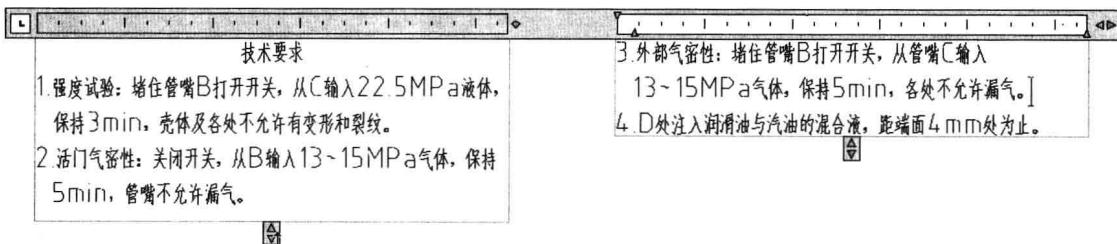

图 5-2-14
(9) 单击并向上移动长度按钮，多行文字被分成两栏，如图 5-2-14 所示。